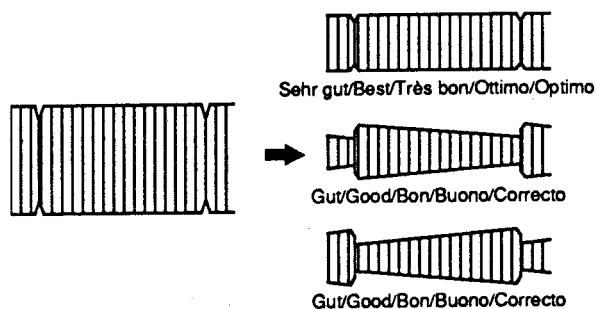

Fig. 38
- Trackingeinstellung nach "+" und "-" variieren. Dabei sollen die Hüllkurvenränder parallel zusammenlaufen (Fig. 38).
- Vary the Tracking in the "+" and "-" directions. When doing so the FM envelope should show parallel converging lines (Fig. 38).
- Variare in direzione "+" e "-" la regolazione tracking. Durante questa operazione i bordi dell'involuppo devono scorrere quasi parallelamente (fig. 38).